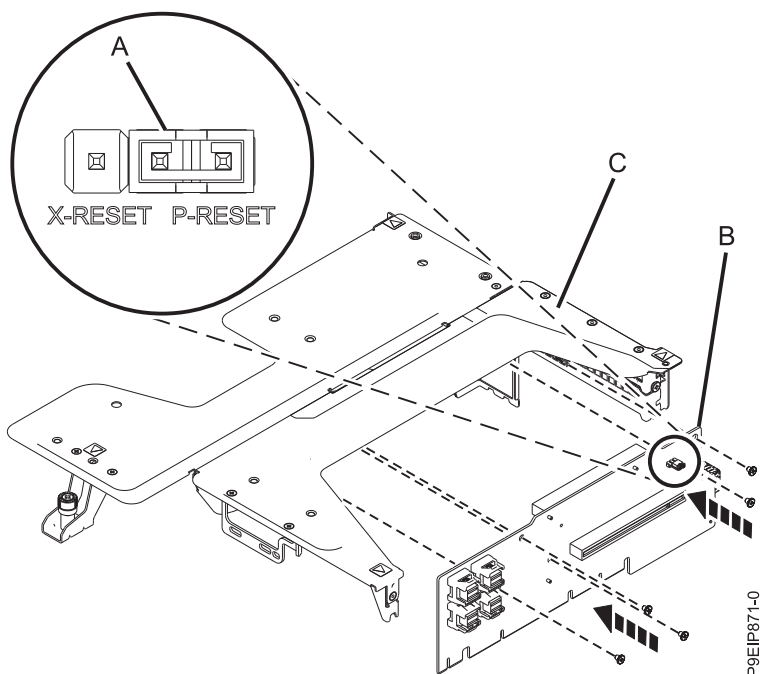

Figure 26. Remplacement de la carte de la position 1
3. Remplacez la carte mezzanine dans le cadre de connecteur de bus. Assurez-vous que le cavalier (A) est fixé aux broches 1 et 2 (P-RESET), comme illustré dans la figure 26, à la page 30. Remettez en place les cinq vis qui servent à fixer la carte mezzanine (B) au support du connecteur de bus (C).